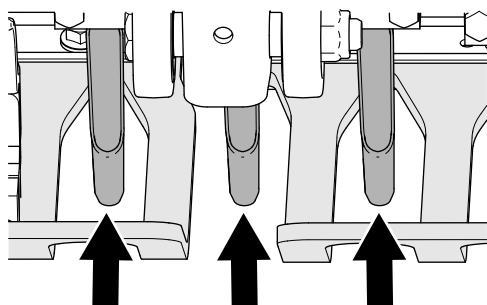

**Figura 44**
4. Verificate l'allineamento delle fessure delle protezioni del tappeto erboso rispetto alle fustelle per accertarvi che siano centrate (Figura 44).